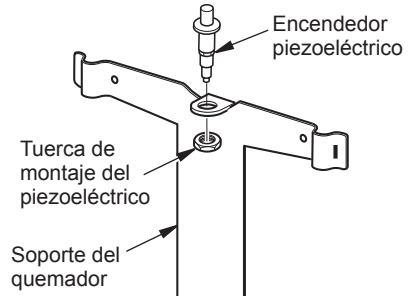

Figura 1. Instalación del encendedor piezoeléctrico
2. Inserte el encendedor piezoeléctrico en el soporte del quemador como se muestra en la figura 1. Apriete la tuerca de montaje del elemento piezoeléctrico. No apriete la tuerca demasiado.